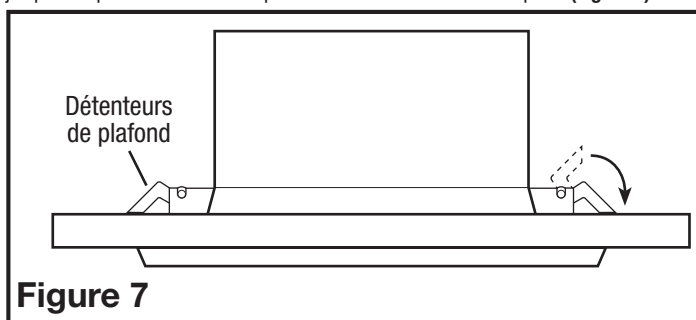

Figure 7
4. **Kits d'alignement de 6 po :** Une fois que la canalisation a été reliée à l'ensemble d'aspiration de la pièce, appuyez sur le gril vers le haut dans le trou préalablement coupé jusqu'à ce que les détenteurs de plafond à ressort enclenchent en place (**Figure 7**).